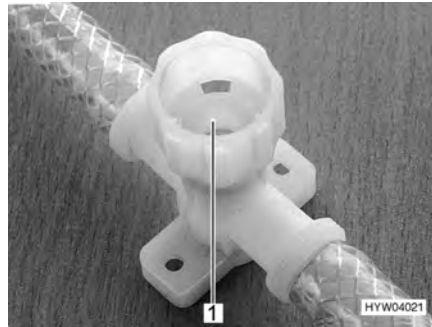

Fig. 134 Llave de desagüe para calentador Therme
- Cerrar todas las llaves de desagüe. Para ello, girar los capuchones (Fig. 134,1) en sentido de las agujas del reloj.
- Abrir todas las llaves de desagüe del calentador Therme. Para ello, girar los capuchones (Fig. 134,1) en sentido contrario a las agujas del reloj.